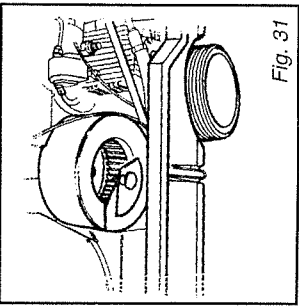

Fig. 30
Para una buena combustión la bomba de gasóleo debe estar calibrada a 9,5 bar. Para el calibrado instalar un manómetro en la toma (T) sobre la tapa de la bomba gasóleo y girar el tornillo de regulación (fig.30).
Für eine gute Verbrennung muß die Dieselpumpe auf 9,5 Bar justiert sein. Zur Justierung ein Manometer an die entsprechende Dose (P) auf dem Deckel der Dieselpumpe anschließen und die Regelschraube drehen (Abb. 30).
Pour une bonne combustion, la pompe du gas-oil doit être réglée à 9,5 bars. Pour le réglage, installer un manomètre dans la prise (P) sur le couvercle de la pompe gas-oil et agir sur la vis de réglage (fig.30).
For a good combustion the oil pump has to be set at 9,5 bar. For the setting connect a pressure gauge on the appropriate plug (P) on the oil pump cover and turn the adjustment screw (fig. 30).
Per una buona combustione la pompa del gasolio deve essere tarata a 9,5 bar. Per la taratura installare un manometro nell'apposita presa (P) sul coperchio della pompa gasolio ed agire sulla vite di regolazione (fig.30).